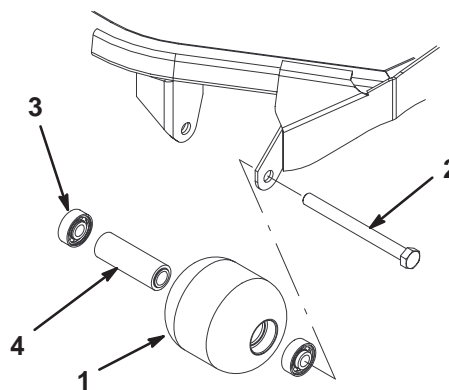

Figure 16
- Déposez le boulon de la lame (Fig. 16).
- Contrôlez l'état du logement de rouleau, des roulements et de l'entretoise de roulements (Fig. 16). Remplacez les composants endommagés et procédez au remontage.
- Enfoncez le premier roulement dans le logement avec la presse (Fig. 16). Exercez la pression sur la bague extérieure seulement, ou uniformément sur les bagues intérieure et extérieure.
- Introduisez l'entretoise (Fig. 16).
- Enfoncez le second roulement dans le logement (Fig. 16) en exerçant une pression uniforme sur les bagues intérieure et extérieure jusqu'à ce que la bague intérieure entre en contact avec l'entretoise.